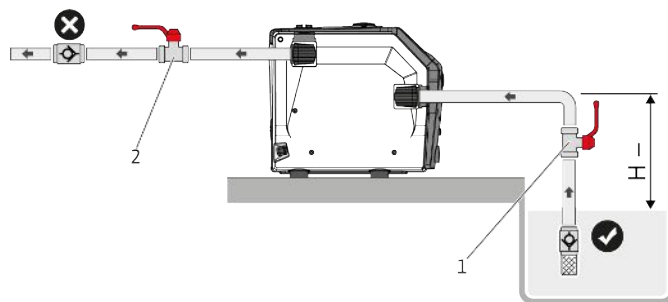
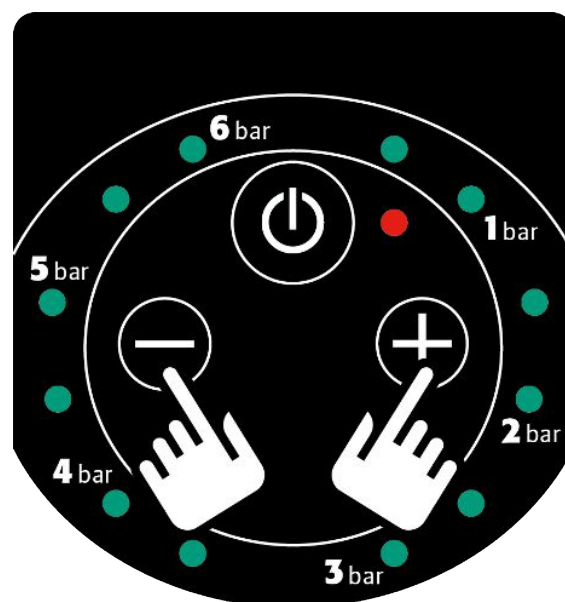

Fig. 7: Režim sání
Fig. 10: Ovládací tlačítka + a -
1. Když je produkt instalován v režimu sání (Fig. 7), po dobu 5 sekund stisknete zároveň ovládací tlačítka „+“ a „-“ (Fig. 10).
1. Uzavřete uzavírací šoupátko (Fig. 7 – poz. 1, 2) na straně sání a výtlačné straně.